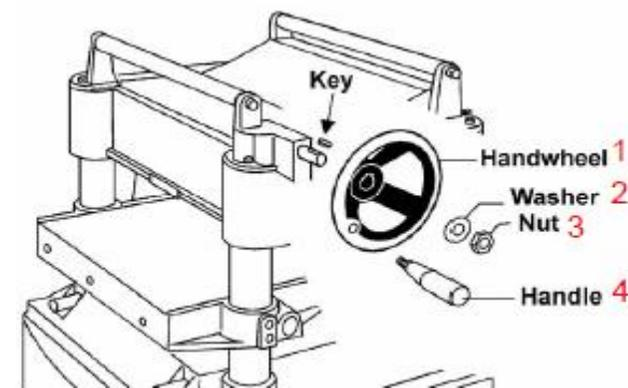

Рис. 5: 1 – маховичок, 2 – шайба, 3 – гайка, 4 - рукоятка
1. Отвернуть гайку и снять шайбу с вала редуктора и поставить маховичок на вал (*Рис. 5*), так чтобы его можно было надеть шпоночным пазом на шпонку.
Прикрепить выносные ролики стола к столу с помощью входящих в комплект поставки винтов с шестигранным шлицем с шайбами (*Рис. 5, A*). ролики необходимо отрегулировать до начала эксплуатации рейсмусового станка. См. п. «Регулировка выносных роликов стола».